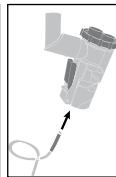

Bild 4
- Befestigen Sie ein Ende des Luftschlauchs an der Unterseite der Verneblereinheit (Bild 4).